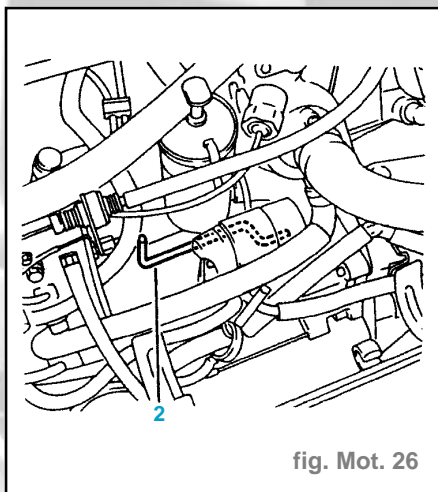

fig. Mot. 26
- Piger le volant moteur à l'aide de la pige (2) (fig. Mot. 26).
- Piger le volant moteur à l'aide de la pige (fig. Mot. 26).
- Déposer l'outil de pigeage du volant moteur (fig. Mot. 26).